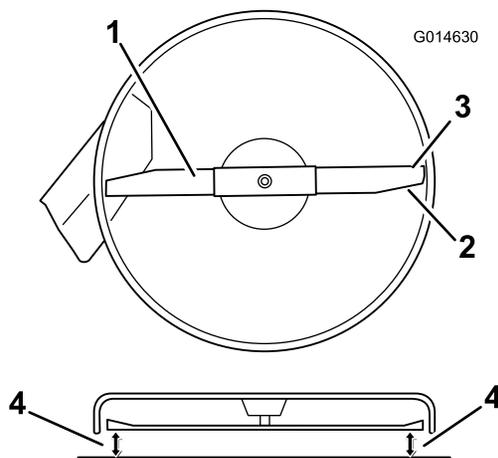
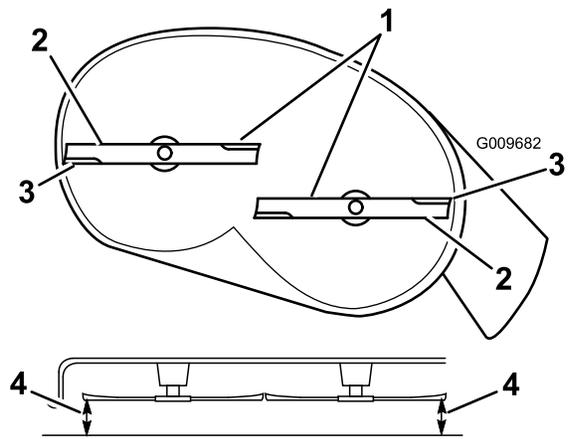

Bild 65
Bild 66
4. Drehen Sie die Messer vorsichtig, damit sie alle quer gestellt sind (Bild 65 und Bild 66).
5. Messen Sie den Abstand zwischen den äußeren Schnittkanten und der ebenen Oberfläche (Bild 65 und Bild 66).